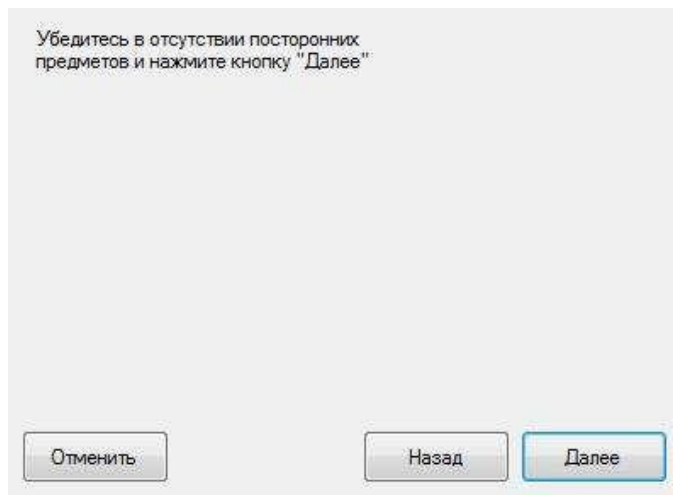

Рисунок 1.7
- 3.1.2. Выберите параметр «Калибровка нуля» и нажмите кнопку <ДАЛЕЕ>. В открывшемся окне (Рис. 1.7) нажмите кнопку <ДАЛЕЕ>;